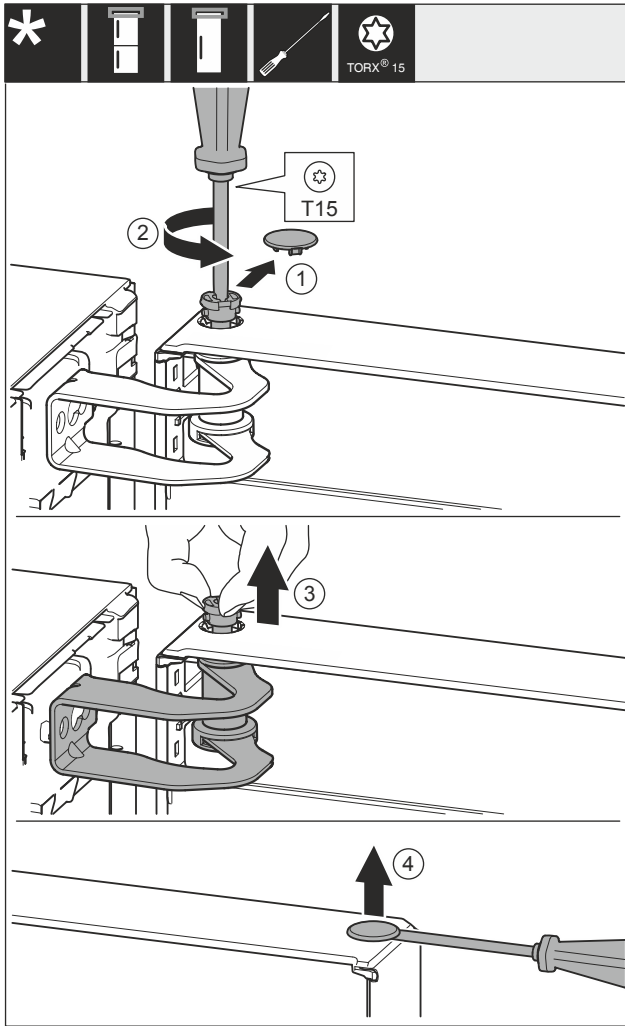

Fig. 12
- ▶ Óvatosan távolítsa el a fedelet Fig. 12 (1).
- ▶ Kissé tekerje ki a csapszeget Fig. 12 (2) csavarhúzóval.
- ▶ Húzza ki az ujjával a csapszeget Fig. 12 (3).
- ▶ Óvatosan emelje meg a fedelet Fig. 12 (4) csavarhúzóval, és távolítsa el.